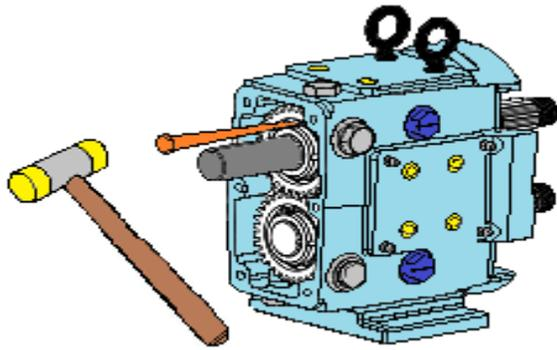

Figura 49 - Doble etiquetas en Lock Washers
- 6. Va a necesitar un martillo y un punch to bend the lock-nut tab(s) a un posicion derecha en el arandela de seguridad., Figura 49.